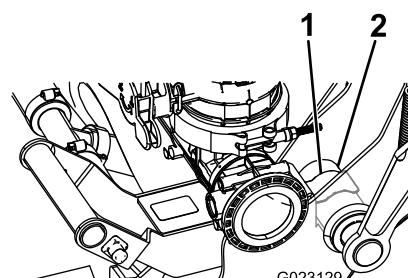

Figura 13
- D. Empurre até que o clipe com mola encaixe sobre o tubo articulado como se mostra na Figura 13.